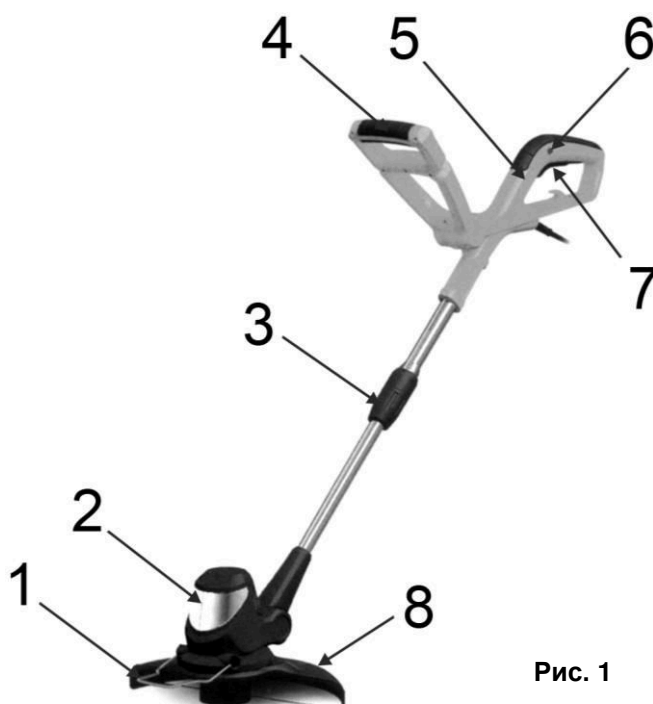
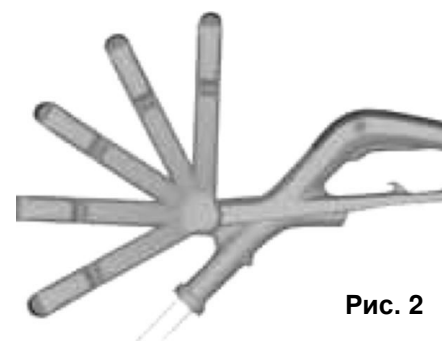

Рис. 1
Рис. 2
- Для удобного управления триммером, обязательно используйте дополнительную ручку (4)(См. Рис.1).
- Ручка (4)(См. Рис.1) установлена на верхней штанге триммера, и имеет возможность регулировки угла наклона. Таким образом, задается удобная высота (См. Рис.2)
- Для безопасной работы необходимо использовать защитный кожух (8)(См. Рис. 1) триммерной катушки! Эксплуатация триммера без защитного кожуха категорически запрещена!
- Установите ограничитель (1)(См. Рис.1;3).
- Удостоверьтесь, что клавиша пуска (7)(См. Рис.1) находится в положение «Выключено», а сетевой шнур отключен от источника электропитания.
- Нажмите на боковую кнопку блокировки (6)(См. Рис.1). Она расположена чуть выше пусковой клавиши (7)(См. Рис.1), и имеет круглую форму.
- При нажатой кнопке блокировки нажмите на клавишу выключателя (7)(См. Рис.1), – триммер включится.
- Триммер выключается при отключении выключателя (7)(См. Рис.1).